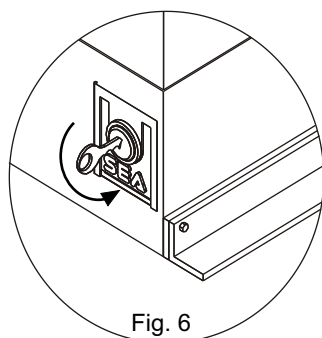

Fig. 6
- Insérer la clef et la tourner pour ouvrir le guichet qui protège la poignée en plastique (Fig. 6).